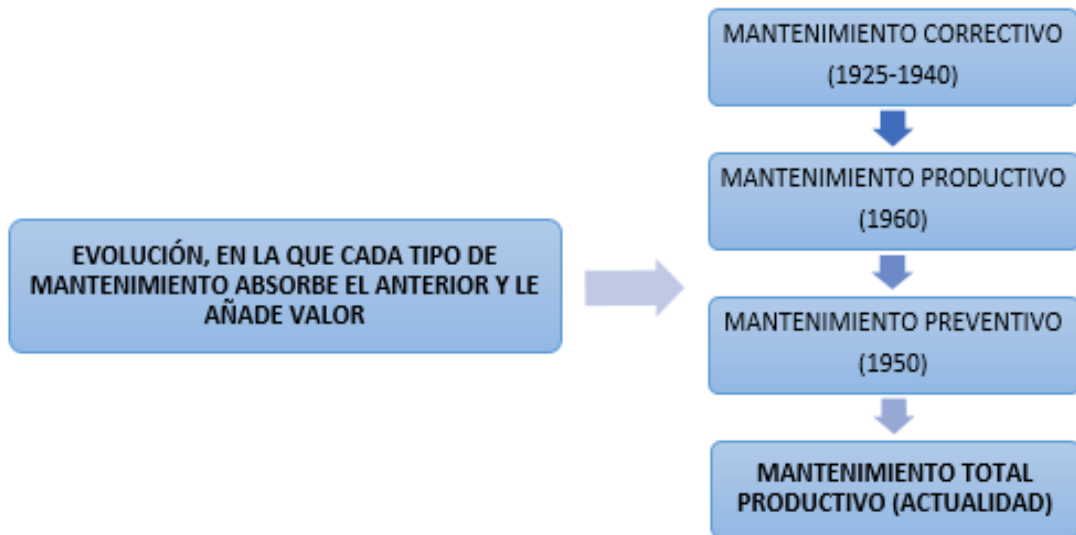

FIGURA 1: Evolución del Mantenimiento
El origen del mantenimiento empezó cuando se detectaron problemas en las máquinas que presentaban desgaste y retardaban la productividad, es así que las actividades de mantenimiento de reparación empezaron en el año 1925 hasta fines de los años 40, ante esto se vio la necesidad de introducir técnicas de Mantenimiento Preventivo (PM) en la década de los 50, este sistema buscaba la rentabilidad económica en base a un historial de la maquinaria, el Mantenimiento Productivo alcanzo su implantación en la década de los 60, evolucionando los sistemas anteriores, tal como se muestra en la Figura 1.